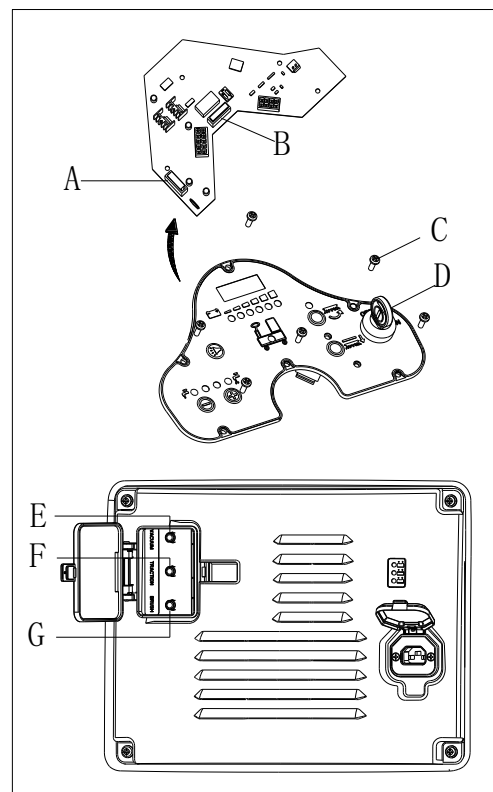

Figura 24
1. Rotiți cheia (D, Figura 24) pe poziția "OFF".
3. Deșurubați șurubul (C) de pe panoul de comandă și întoarceți placa cu circuite integrate pentru a găsi siguranța electrică (A și B).